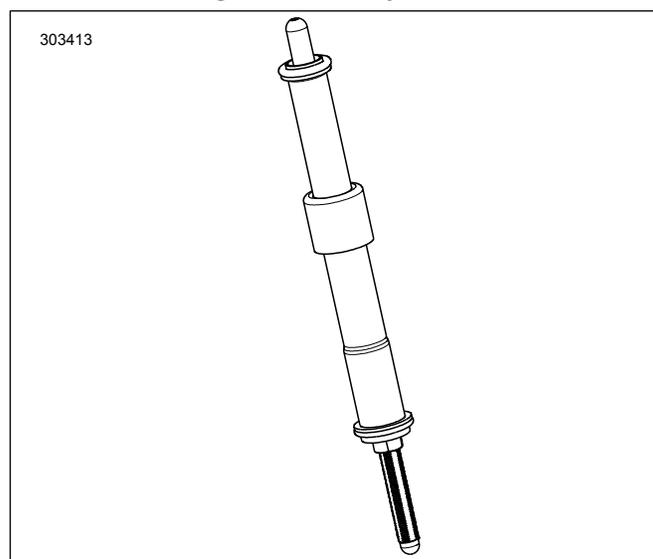

Figura 4. Varilla de empuje instalada en la tapa de la varilla de empuje
7. Figura 4 Instale las varillas de empuje de admisión en las cubiertas de la varilla de empuje. Reemplace los O-rings, cubierta inferior de la varilla de empuje y fijador de la tapa del resorte con los nuevos componentes suministrados en el kit. Asegúrese de que el extremo del tensor de la varilla de empuje esté desplegado.